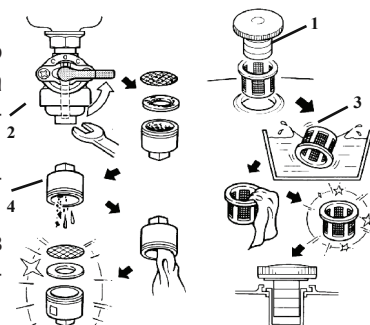

рис. 6
- снимите крышку бензобака (рис.6 поз.1) и колпачок крана подачи бензина (рис.6 поз.2), стараясь не повредить уплотнение;
- удалите загрязнения с фильтров (рис.6 поз.3 и 4) промыванием в растворителе (типа Уайт-Спирит) и продувкой;
ва (рис.6 поз.2).